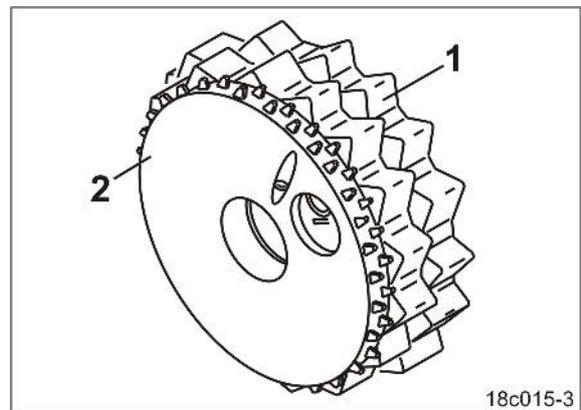

Fig. 45
- la rueda de sembrado normal (Fig. 45/1) y
- la rueda sembradora fina (Fig. 45/2).